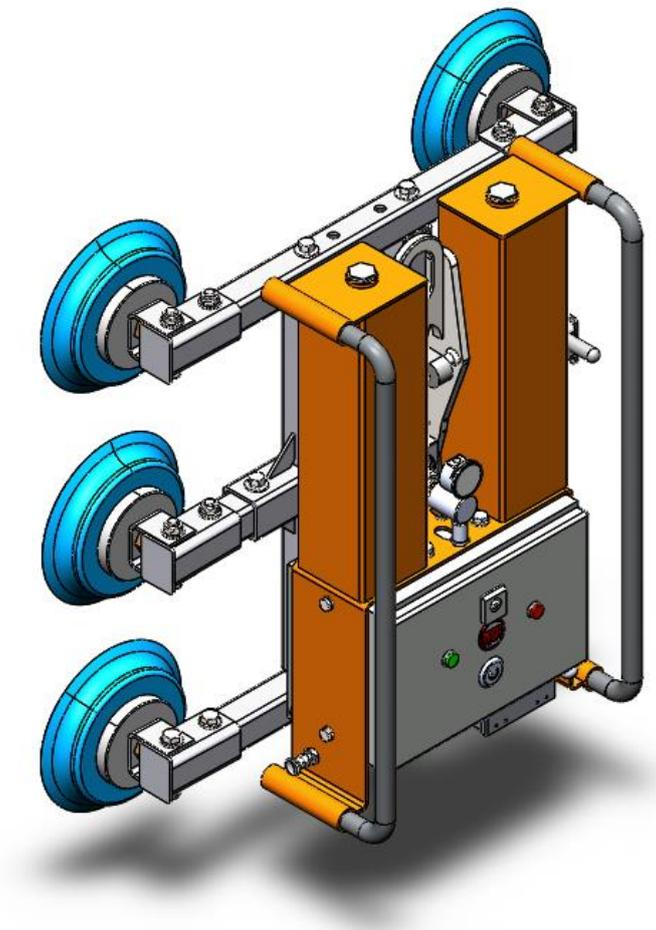

Рисунок 1. Общий вид траверсы радиальной ГБ 02.08
1.1. Общий вид траверсы, установленной на раму Arlifter GS представлен на рис. 1.